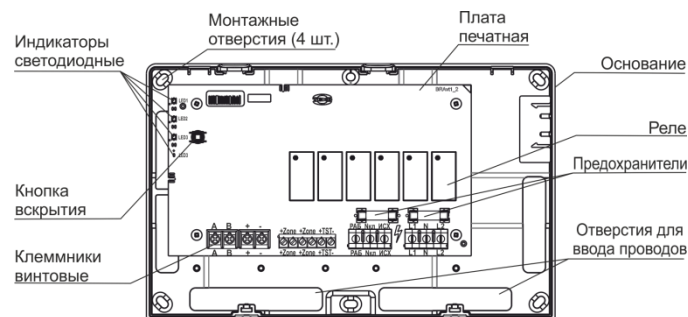

Рисунок 2
4.1 Конструктивно БРА выполнен в виде блока, состоящего из основания и съемной крышки. Внутри блока смонтирована печатная плата с радиоэлементами (рисунок 2).